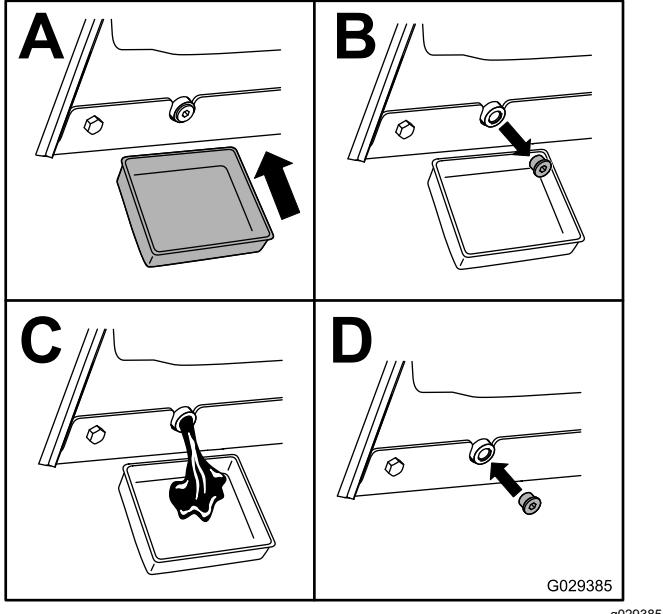

Figure 45
6. Vidangez l'huile sous la plate-forme (Figure 45).